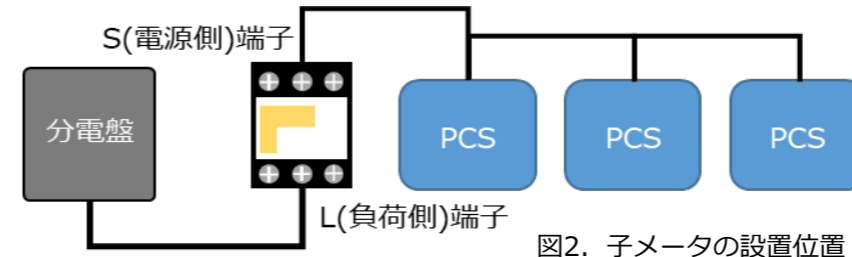

図2. 子メータの設置位置
- 分電盤をオフにし、PCSの運転を停止し無通電状態であることを確認のうえ、図2の通り、PCSと分電盤の間に発電計測用スマートメータ（以下子メータ）を設置する。